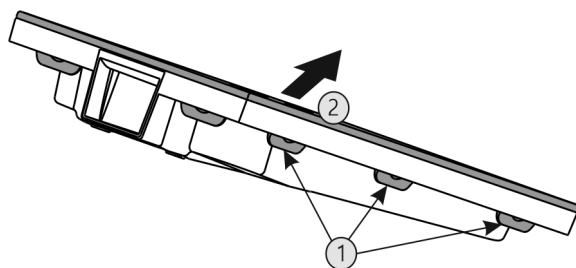

Fig. 40
- ▶ Натиснете всички езичета Fig. 40 (1) последователно и свалете капака Fig. 40 (2).